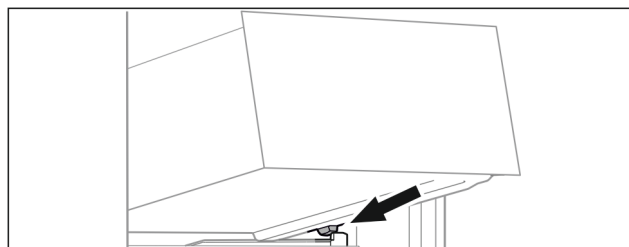

Fig. 138
- Наклоняя вниз, установите выдвижной ящик за стопоры на контейнерное ребро. (см. Fig. 138)